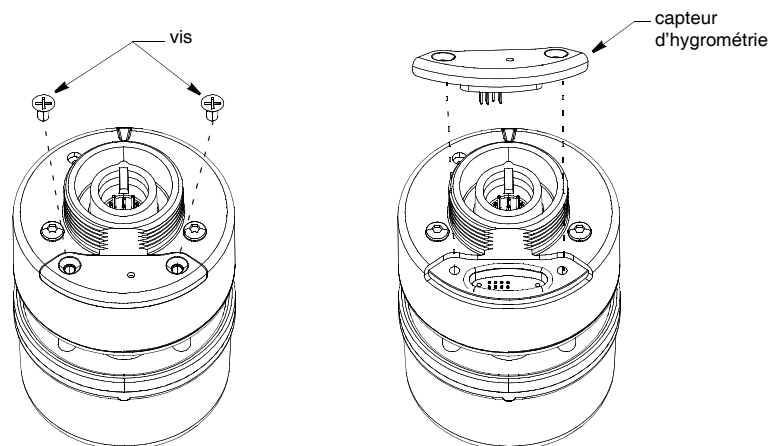

Figure 13. Remplacement du capteur d'hygrométrie
1. Ôtez les deux vis du Capteur d'hygrométrie ou du cache (voir Figure 13).